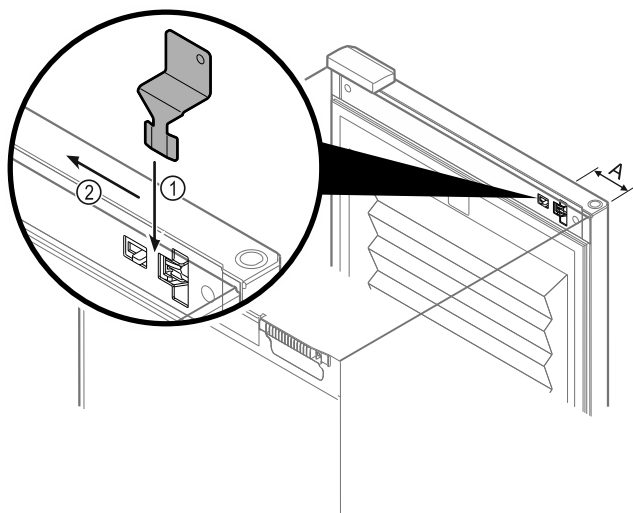

Fig. 217
- Notentriegelungsschlüssel an vorgegebener Stelle positionieren Fig. 217 (A) \approx 100 mm.
- Notentriegelungsschlüssel Fig. 217 (1) zwischen Tür und Gerätekörper von oben bis zum Anschlag einstecken.
- Notentriegelungsschlüssel in Richtung Scharnier ziehen. Fig. 217 (2)